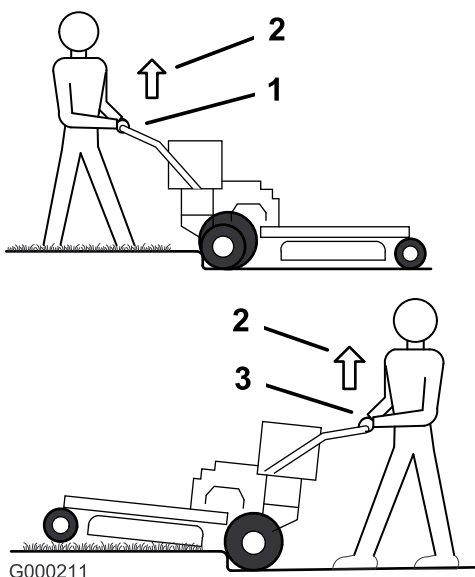

Figure 11
3. Conduisez la machine jusqu'à ce que les roues pivotantes touchent la bordure (Figure 11).
4. Appuyez sur la poignée inférieure du guidon pour soulever l'avant de la machine (Figure 11).
5. Conduisez la machine jusqu'à ce que les roues motrices touchent la bordure (Figure 11).
6. Abaissez l'avant de la machine (Figure 11).
7. Engagez la barre de commande inférieure et soulevez la poignée inférieure du guidon simultanément pour monter sur la bordure (Figure 10 et Figure 11).
3. Conduisez la machine jusqu'à ce que les roues motrices rencontrent la bordure (Figure 11).
4. Engagez la barre de commande inférieure et soulevez la poignée inférieure du guidon simultanément (Figure 10 et Figure 11).